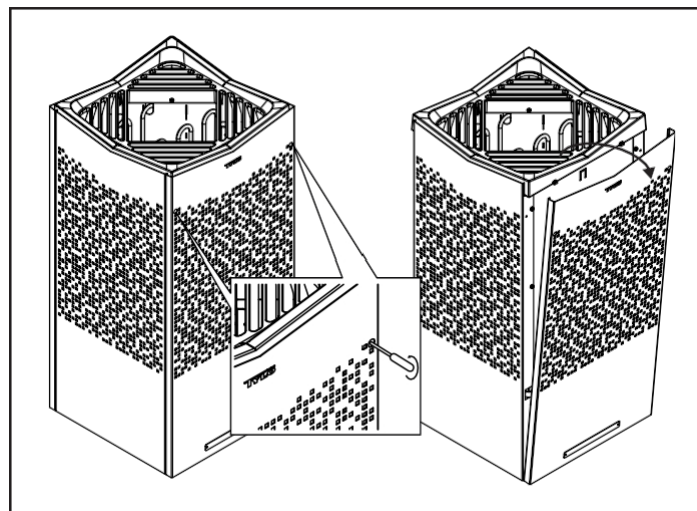

Figura 7: Svitare le viti nascoste, torx 20, togliere il pannello anteriore.
1. Sollevare il pannello anteriore, figura 7.